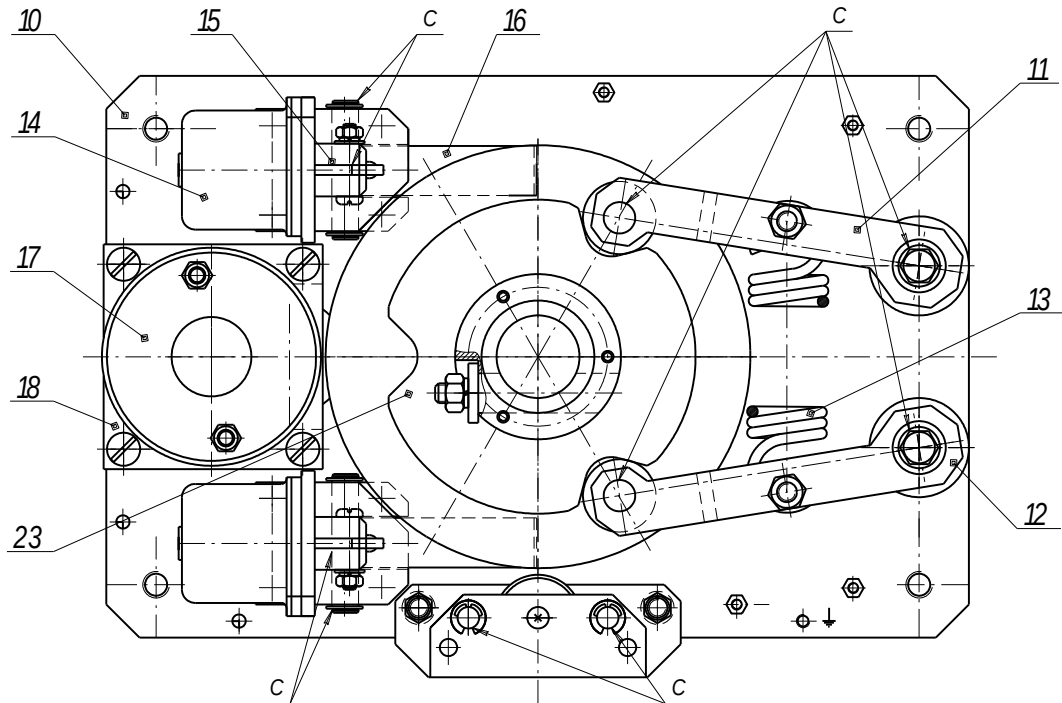

Рис.2.
5.2 Агрегат турникета МПТ-5 (см. рис. 2) состоит из жесткого основания и установленных на нем устройств: электродвигательного привода, механизма доводки и фиксации, механизма блокирования, а также электронного блока управления БКТ-05.
- смазка трущихся деталей механизмов турникета: места нанесения смазки (обозначены символом «С» на рис. 2, 3): подшипники и оси механизма доводки, оси толкателя, оси сочленения штоков и рычагов механизма блокировки, трибка и колесо последней ступени зубчатой передачи механизма демпфирования, в трипode - оси вращения штанг и собачек. Порядок нанесения смазки: поверхности деталей, подшипники и оси очистить от старой смазки, промыв их спирто-бензиновой смесью, после чего смазать смазкой ОКБ-122-7 ГОСТ 18179-90.